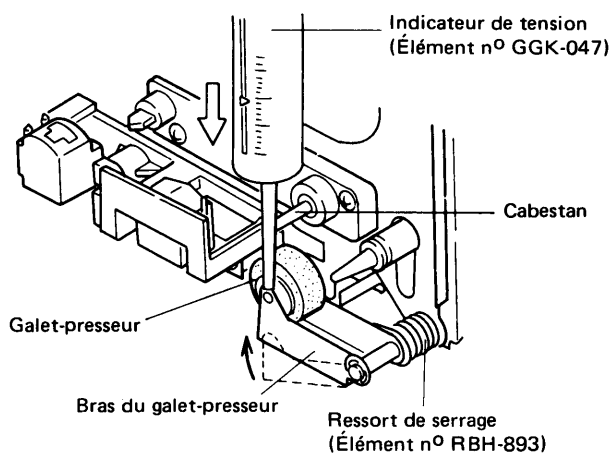

Fig. 12.1 Réglage de la pression du rouleau de serrage.
2. Pousser doucement contre le bras du rouleau de serrage avec un étalon de tension (élément d'entretien No. GGK-047) et éloigner un peu le rouleau de l'entraîneur. (voir Fig. 12.1).